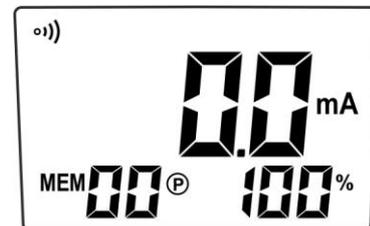

Fig. 20
2. Lo strumento mostra il messaggio "OL Ω" a display, in quanto si configura automaticamente per la misura di resistenza. Eseguire una breve pressione del tasto **▲A** per entrare nel modo di misura della corrente. Viene mostrata la videata di Fig. 20.